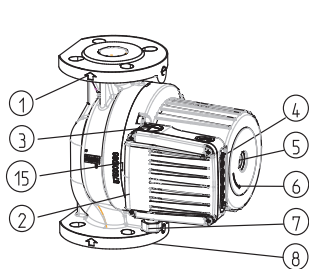
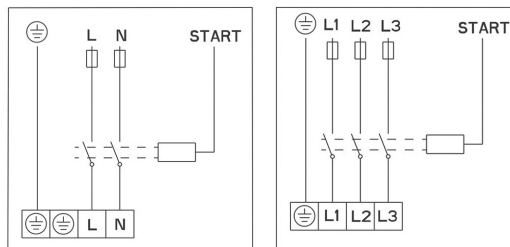

fig. 2
fig. 4
- la direzione del flusso dell'acqua attraverso la pompa deve coincidere con la direzione della freccia sul telaio della pompa (fig. 2-POS.1).
- le flange di montaggio sono PN 6/10 (fig. 2 – POS. 8)
- GHN (basic auto), GHNM (basic, auto) – le pompe dispongono di un telaio idraulico semplice (fig. 2 – POS. 8)
Il conduttore di allacciamento viene collegato tramite il raccordo M20 (fig. 2 - POS. 7).
Il collegamento elettrico va effettuato secondo lo schema di collegamento (fig. 4) riportato sulla parte inferiore del coperchio del motore. Prima del eseguire il collegamento bisogna svitare il coperchio superiore (fig. 2 - POS. 2)
Ogni pompa è capace di coprire l'area di tre caratteristiche idrauliche. Ciò viene reso possibile grazie al montaggio di un elettromotore dotato di tre differenti velocità. Per ottenere le caratteristiche prescelte ovvero le velocità, ① ② ③ la pompa dispone di un tasto da premere  (fig. 2-POS.4) con il quale si commutano le velocità.
Spegnere la pompa, chiudere le valvole sulla parte di pressione e di aspirazione della pompa, svitare la vite di sfiato con il cacciavite (fig. 2-POS.5) che va immesso nell'intaccatura sull'albero. Questo va girato fino a che non svanisce la forza di attrito. Stringere quindi la vite di sfiato.